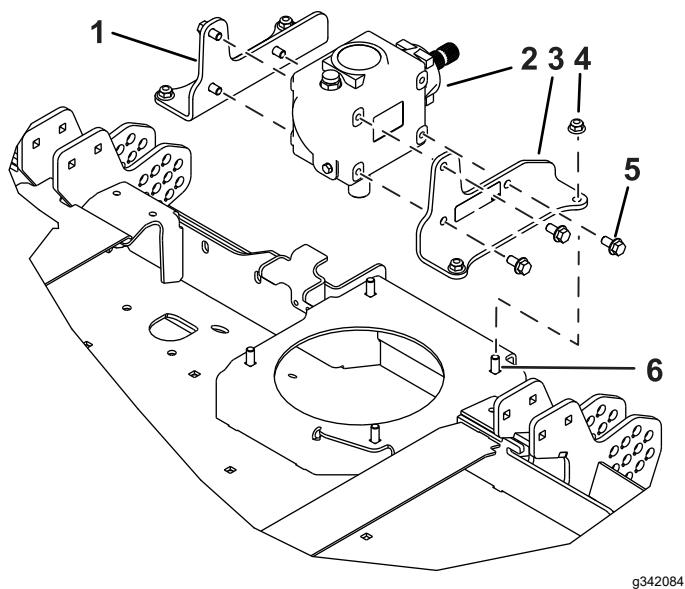

Figura 3
- Montate le nuove staffe sul lato della scatola a ingranaggi con 6 bulloni nuovi ($\frac{3}{8}$ " x $\frac{3}{4}$ "); fate riferimento a Figura 3.
- Montate le staffe sul piatto di taglio con i bulloni a testa tonda e i dadi rimossi in precedenza (Figura 3).